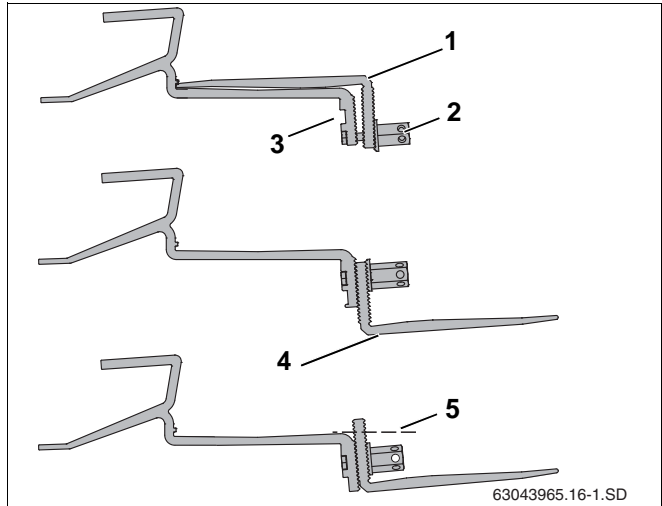

Fig. 14 Fastgøring af tagkrog på spær
Ved nogle taginddækninger kan det være nødvendigt at understøtte tagkrogen på underdelen (fig. 14, **pos. 4**) med et træunderlag, så tagkrogen ligger øverst på tagstenen.
- ▶ Løsn den lange sekskantmøtrik (fig. 14, **pos. 2**).
- ▶ Sæt skruen ind i det øverste hul (fig. 14, **pos. 3**).
- ▶ Fastgør tagkrogens underdel (fig. 14, **pos. 1**) løst. Stram ikke forbindelsen helt endnu.